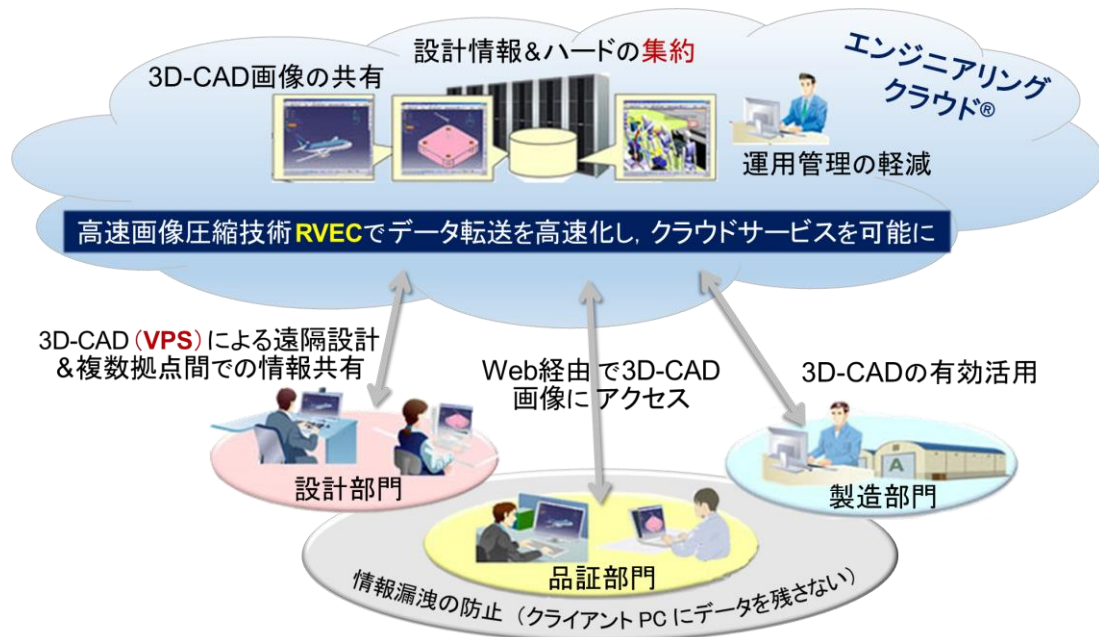

図 3. 富士通の「エンジニアリング・クラウド」の概要と利点。クラウド型の統合設計開発環境は富士通の開発プラットフォーム、且つテクノロジー・サービスの基盤となっている。職場の PC 端末にはデータを残さない“thin client”方式で安全性が高い。
この課題を解決したのが 富士通 研究所と共同開発した「高速画像圧縮技術 RVEC (Remote Virtual Environment Computing)」だ。RVEC によって、動画や高精細画像を扱う際のデータ転送量を従来の約 $1/10$ に削減し、3D-CAD データなどの画像転送を高速化することができるようになったのだ。この技術により、3 次元 CAD データをクラウド上に格納しても、離れたところから、自由にアクセスし、仮想検証が可能になった。こうして生まれたのが“エンジニアリング クラウド”というわけだ(2011, 表 1-⑤,⑥, 図 3)。